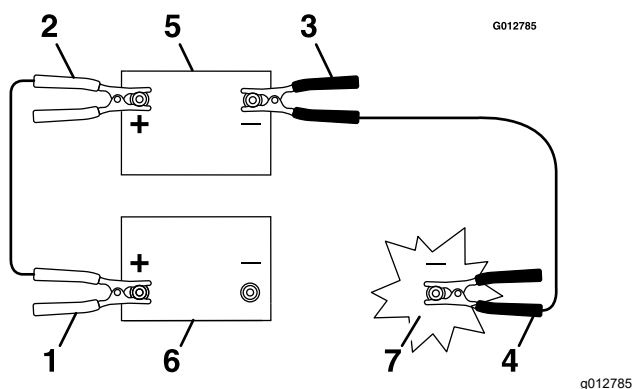

Figura 82
4. Conectați cablul pozitiv (+) la borna pozitivă (+) a bateriei descărcate, care este conectată la demaror sau solenoid conform Figura 82.